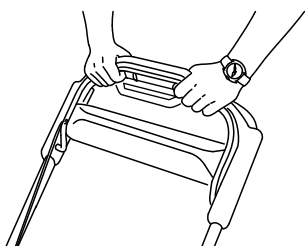

Figura 21
3. Sujete la barra de control de las cuchillas contra el manillar (**Figura 21**).